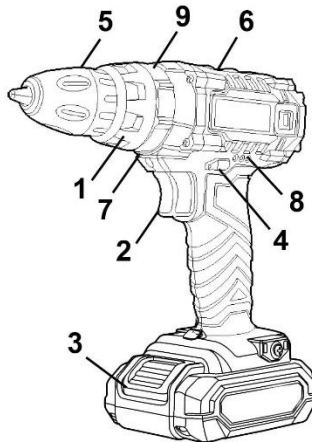

Рисунок 1
4.1.4 Встановіть необхідний крутний момент за допомогою кільця регулятора моменту затягування (1) (див. рисунок 1).
4.4 Для включення виробу натисніть на клавішу вимикача (2) (рисунок 1). Для відключення виробу слід клавішу відпустити. Регулювання швидкості обертання патрону здійснюється ступенем натискання на клавішу вимикача.